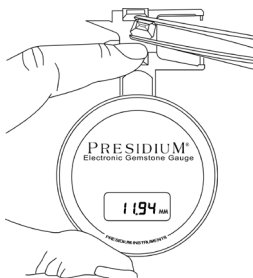

Fig. 2.2
- Per la misurazione di pietre sciolte, tirare il meccanismo di scorrimento (**Fig. 2.2**) e collocare la pietra sulla piattaforma del meccanismo di scorrimento. La base della pietra deve essere parallela alla piattaforma per impedire lo spostamento della pietra.